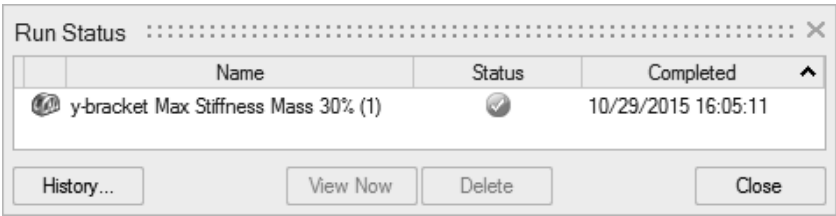

图 5-39
- 6) 单击 Run 按钮, 弹出运行状态窗口, 如图 5-39 所示。优化完成后会出现一个绿色勾选标记。